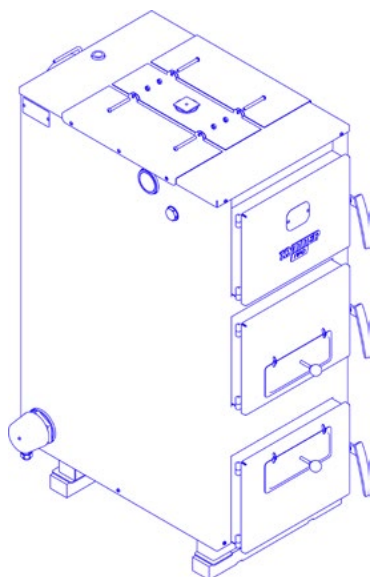

Рис. 11
2. Расположить боковые крепежные пластины (номера пластин) таким образом, чтобы саморезы крышки котла находились в отверстиях пластин. (Рис.11).